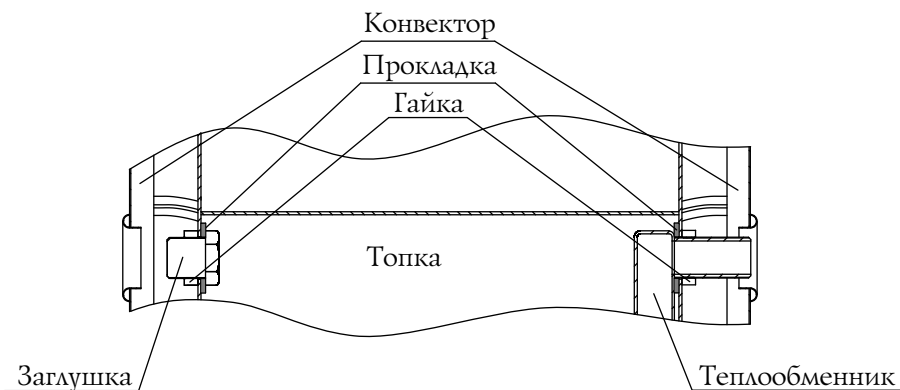

Рисунок 9. Демонтаж теплообменника и заглушек печи «Ангара 2012»
3. Снять теплообменник (рисунок 9) раскрутив гайки 2 шт. и вынуть его из отверстий, прокладки остаются на штуцерах.
4. Снять заглушки 2 шт (рисунок 9), раскрутив гайки, и вынуть заглушки из отверстий, прокладки остаются на заглушках.